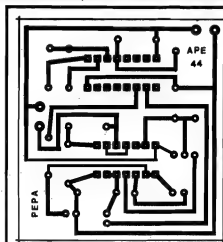

Fig. 2
- FIG. 2 - LAY OUT DO CIRCUITO IMPRESSO ESPECÍFICO - Mesmo com a presença de dois Integrados, a idéia é manter tudo tão pequeno quanto for possível (sempre na intenção de preservar a portabilidade, essen-
encontrada (fig. 2) é um bom compromisso entre essas duas posturas (miniaturizar, sem "espremer" a configuração das ilhas e pistas...). A figura traz o padrão em tamanho natural, devendo todos os cuidados "tradicionais" serem tomados na cópia, traçagem, corrosão, limpeza e furação...